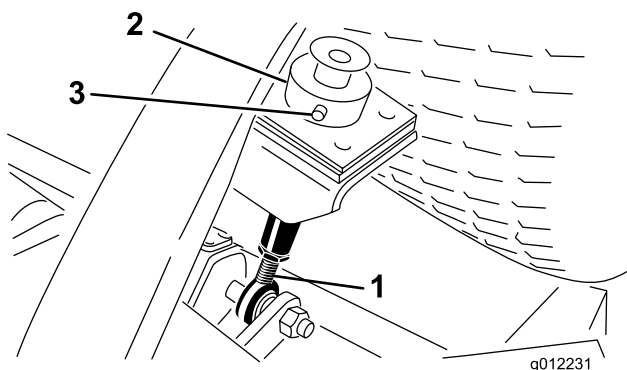
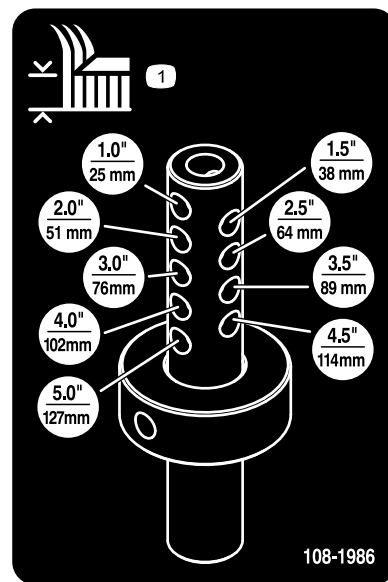

Figura 8
Figura 9
5. Retire o contrapino tipo grampo e pino de segurança que fixam o anel da altura de corte à barra de altura de corte na parte posterior da unidade de corte (Figura 8).
6. Alinhe o anel de altura de corte nos orifícios de altura de corte desejados na vareta da altura de corte (Figura 8 e Figura 9).